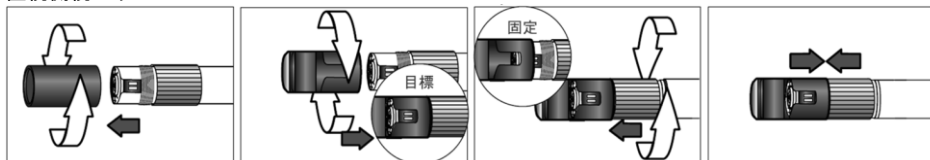

図 11
- ① 充電電池を挿入する前に、プローブユニットの電池挿入部、充電電池の端子部に異物がないことを確認してください。
- ② 充電電池のロックが確実にかかるように、しっかりと奥まで挿入した後、充電電池が簡単に抜けを確認してください。
- ③ 充電電池やモニターを取り外している間は、日時が停止します。
- ④ 充電電池やモニターを取り付け、電源をオンにすると、日時設定画面になるため、充電電池やモニターを取り外すたびに、必ず日時の設定を行ってください。
d. 直視側視ミラー／側視ミラーの取付方法（図 11）